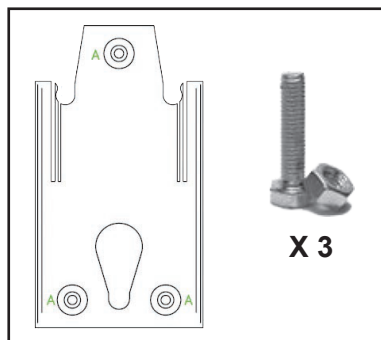

Bild 17
- 1) Montera beslaget (bild 17) som levereras med kontrollenheten) på panelen med hjälp av de medföljande skruvarna.